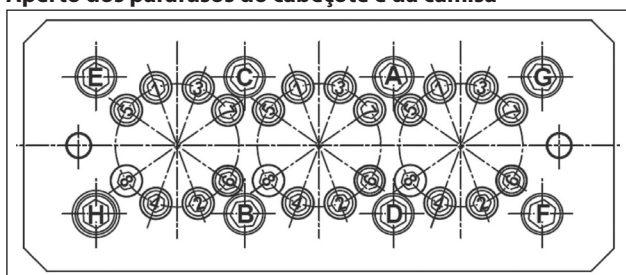

Fig. 50
** Os parafusos de fixação do cabeçote devem ser apertados, respeitando as fases e a ordem relacionada no esquema da Fig. 50.
*** Os parafusos de fixação das camisas devem ser apertadas, respeitando as fases e a ordem relacionada no esquema da Fig. 50.